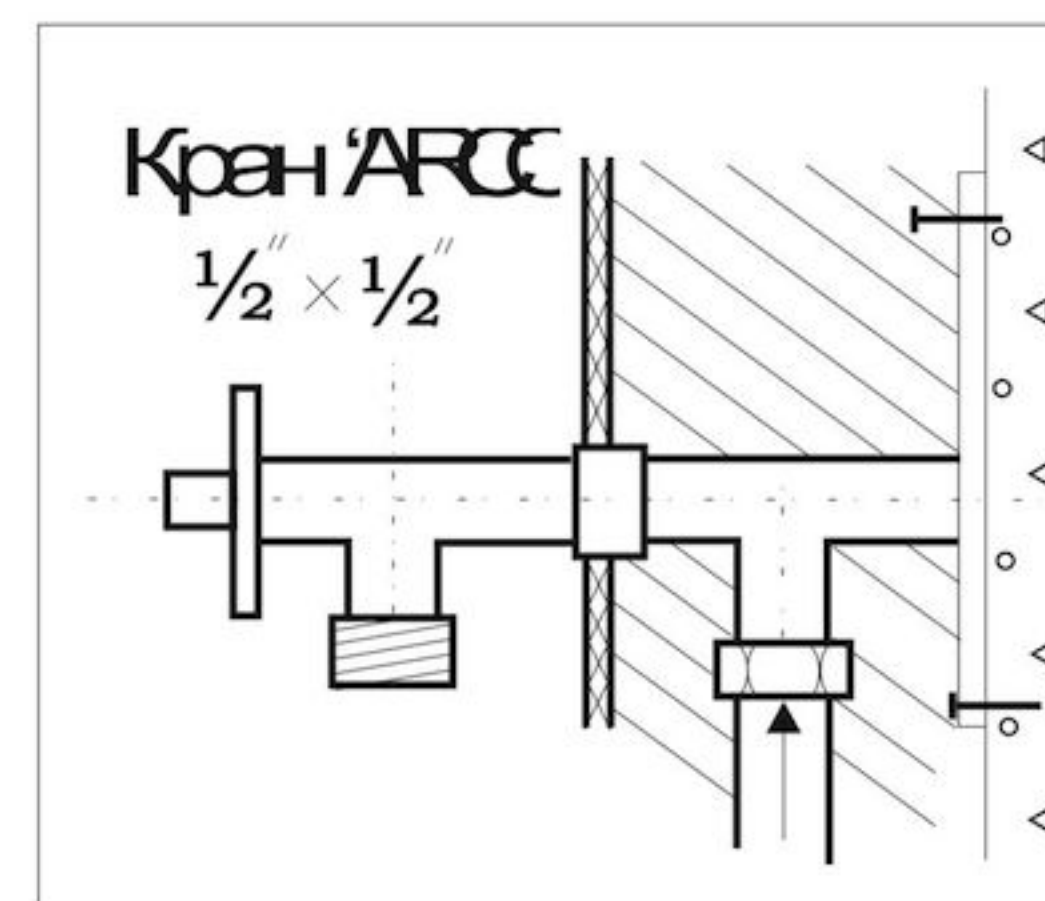

Рис. 2.
- ✓ Устанавливаются угловые краны (например «ARCO») если коллектор не имеет собственных вентиляей Рис. 2.